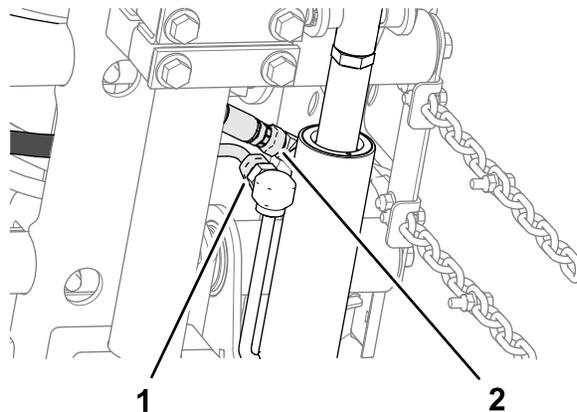

图 16
2. 对齐承载板和安装板之间的隔片图 16 并使用托架螺栓 $\frac{3}{8}$ x $1\frac{1}{4}$ 英寸和凸缘锁紧螺母 $\frac{3}{8}$ 英寸松动地组装板和隔片。